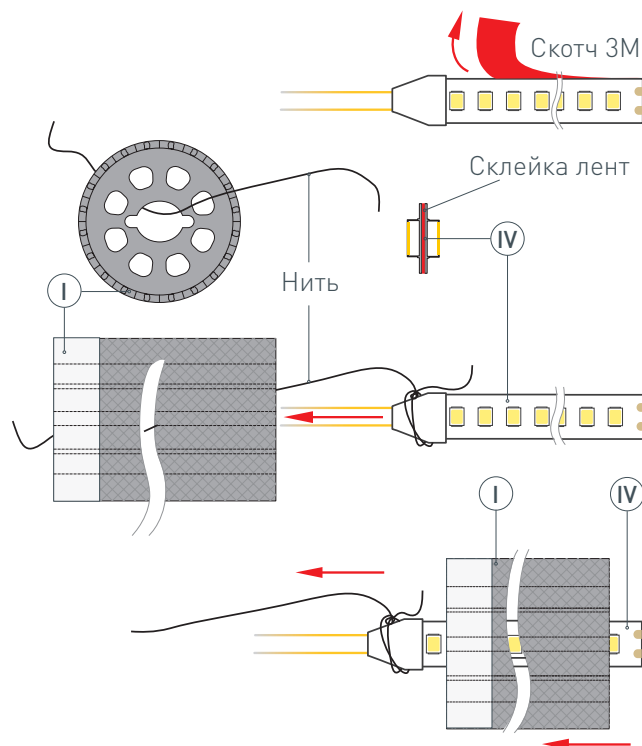

Рис. 1. Протяжка светодиодных лент (IV) в профиль (I), вид сверху
- Закрепите держатели (II) на поверхности и выведите наружу кабель от источника для питания светодиодной ленты.
- Установите* светодиодные ленты (IV) в профиль (I). Для этого необходимо снять защитный слой со скотчей на светодиодных лентах (IV) и склеить ленты тыльными сторонами, чтобы можно было протянуть через профиль. Затем привязать нить (находится внутри профиля) с одной стороны профиля (I) к склеенным светодиодным лентам (IV), как показано на рис. 1. Чтобы втянуть ленты в профиль, сначала аккуратно поместите кабели питания светодиодных лент (IV) внутрь профиля (I), а затем, насколько это возможно, вставьте край светодиодных лент. Аккуратно потяните за нить с другой стороны профиля (I) и тем самым протяните** светодиодную ленту (IV) в профиль (I). Отвяжите нить от светодиодной ленты. **! ЗАМЕНА ЛЕНТЫ.** Если понадобится заменить уже установленные в профиле светодиодные ленты, то необходимо проделать те же действия: привяжите нить к светодиодным лентам с одной стороны профиля, аккуратно потяните ленту с другой стороны профиля. Таким образом, нить снова окажется внутри профиля, готовая для повторного использования.